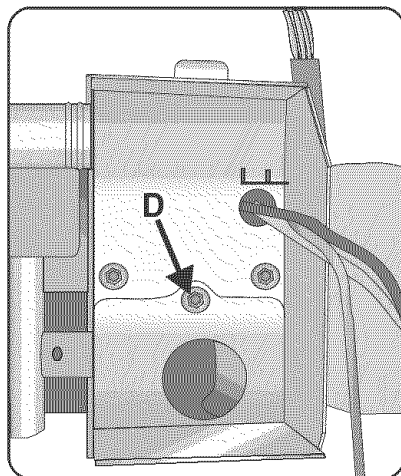

Ilustración 14
- 2) Quite la placa de alivio de presión por medio de extraer el tornillo de la parte trasera de la caja de conexiones, como muestra la flecha D en la Ilustración 14, y deslizar la placa de alivio de presión hacia afuera.